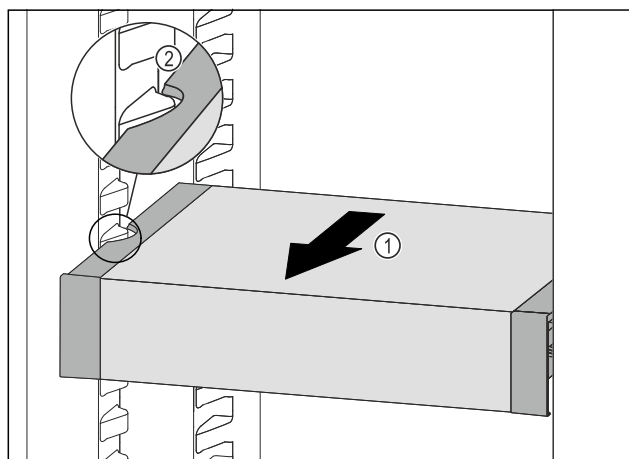

Fig. 97
- VarioSafe naar voren trekken Fig. 97 (1), tot de uitsparingen aan de zijkant van de VarioSafe zich ter hoogte van de rib in het koelgedeelte bevinden. Fig. 97 (2)